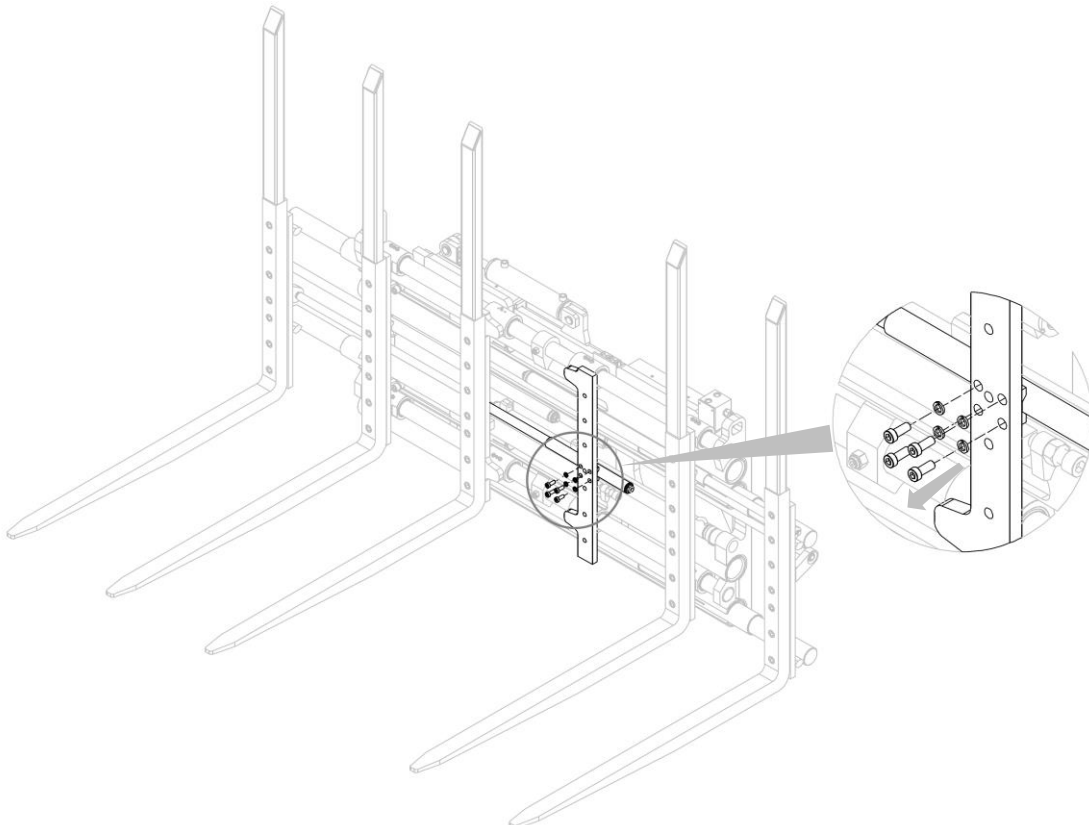

Figura 21
5. Retirar los tornillos que sujetan el muelle a la horquilla correspondiente (más concretamente al perfil porta horquillas) y sacarlo de su asiento, cuidando de no golpear los demás componentes del equipo (mira *Figura 21*).